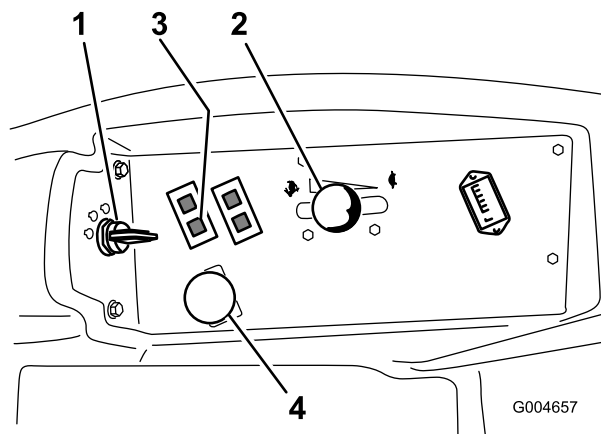

Figure 18
4. Placez la commande de prise de force (PDF) en position désengagée (Figure 18).
5. Réglez la manette d'accélérateur à mi-course entre les positions bas et haut régime (Figure 18).